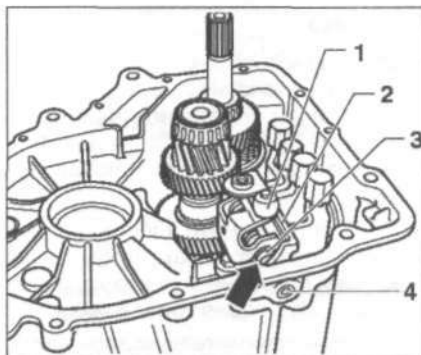

Рис. 8.44. Вставьте пружину (стрелка) между пальцем 1 и консолью 2. Вставьте вал 3 в палец 1 и консоль 2. Вставьте пробку 4.
34. Вставьте пружину (стрелка) между пальцем 1 и консолью 2 (рис. 8.44). Вставьте вал 3 в палец 1 и консоль 2. Вставьте пробку 4.